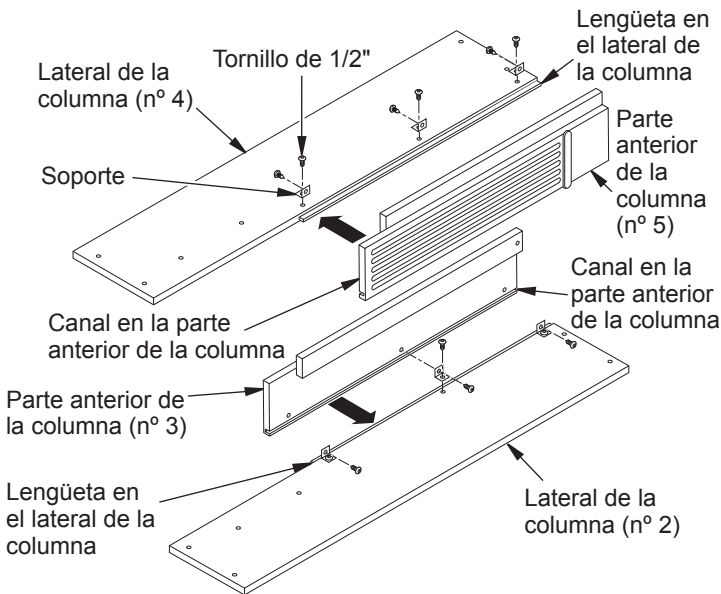

Figura 1 - Ensamblajes de columna izquierdo y derecho
1. Apoye el panel lateral derecho (n° 2) hacia abajo sobre una superficie suave para no dejar marcas en el acabado. Fije tres soportes con tornillos de 1/2" a la parte inferior de la columna anterior derecha (n° 3) dejando los tornillos un poco sueltos. Coloque los soportes hacia afuera, hacia el lado de lengüeta (consulte la figura 1). Coloque la columna anterior derecha sobre el lado derecho (n° 2), haciendo que el canal en la columna coincida con la lengüeta del costado, tal como se ve en la figura 1, y que el adorno lateral coincida con el adorno de la parte anterior. Alinee los orificios roscados a los soportes al costado. Pase tres tornillos de 1/2" a través de los soportes. Alinee la parte inferior del ensamble de lateral y columna para que queden parejos entre sí. Sostenga estas piezas con firmeza mientras aprieta los tornillos (pero no apriete en exceso).